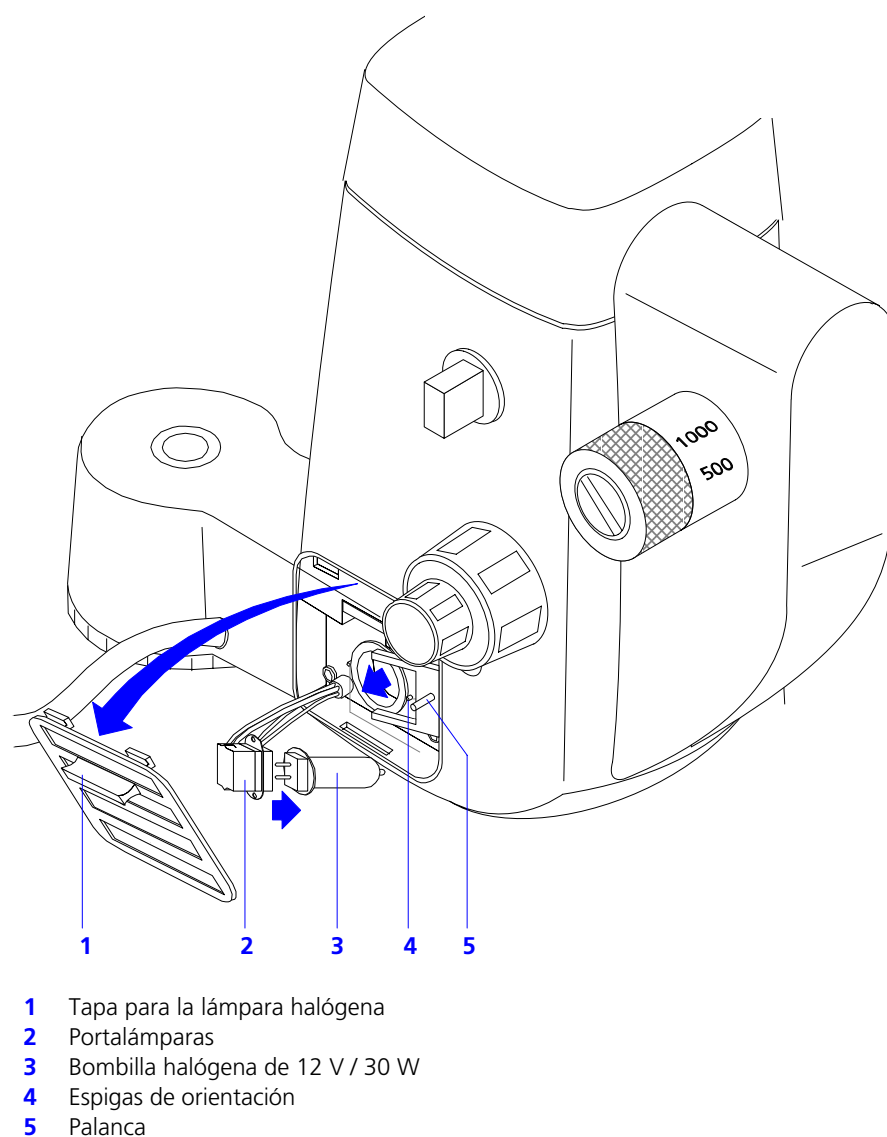

Fig. 40 Sustitución de la lámpara halógena
- Cambie la bombilla halógena (3) tal como se muestra en la Fig. 40.
- Para desbloquear el portalámparas, cambie de posición la palanca (5).
- Al insertar la lámpara, preste atención a la posición correcta del portalámparas (2) con respecto a las espigas de orientación (4).